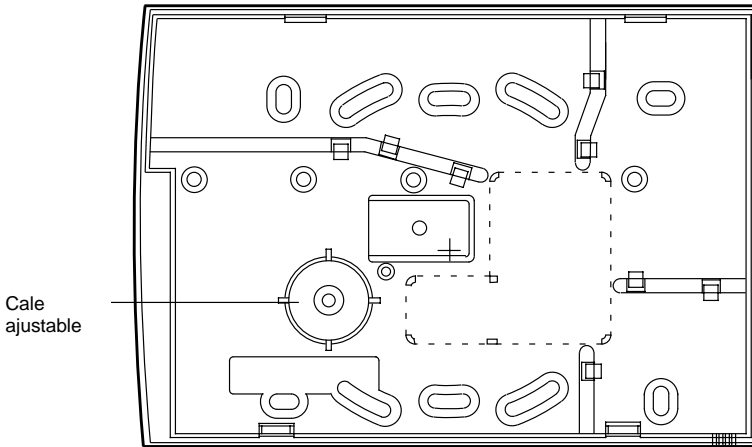

Figure 7. Embase du clavier 9930 avec écran LCD
L'embase du clavier 9930 comporte une cale ajustable qui doit être utilisée afin de vérifier que le contact d'autoprotection fonctionnera correctement si le clavier doit être installé sur une surface inégale. La figure 7 représente le panneau arrière du clavier, ainsi que la position des trous de fixation.
2. Maintenir l'embase contre le mur et marquer l'emplacement du trou central dans la cale ajustable (se reporter à la figure 7).